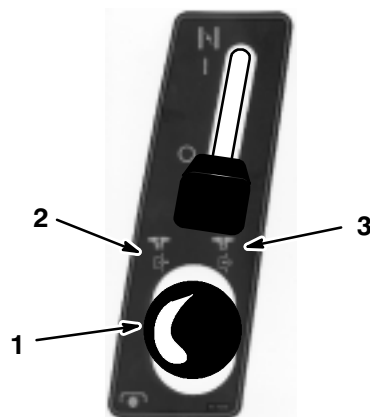

Abbildung 3
2. Den Mähwerkbetätigungshebel auf Position "ENGAGED" (eingekuppelt) herausziehen (Abb. 3).
2. Den Mähwerkbetätigungshebel auf Position "DISENGAGED" (ausgekuppelt) schieben (Abb. 3).